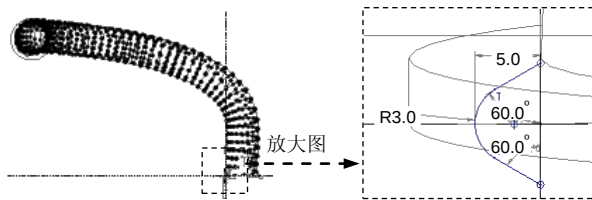

图 6.10.18 截面草图
(3) 创建扫描特征的截面。绘制并标注图 6.10.18 所示的扫描截面的草图, 完成截面的绘制和标注后, 单击“完成”按钮  。
(4) 单击特征信息对话框下部的 **预览** 按钮, 预览所创建的特征, 然后单击特征信息对话框下部的 **确定** 按钮。